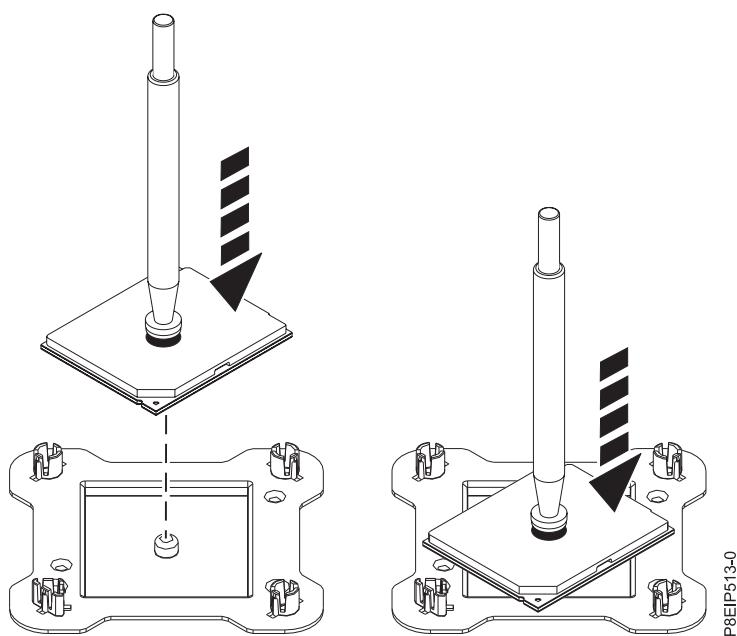

図 67. パッケージのトップ・カバーにプロセッサーを斜めに置く
9. 真空ペンを持って、ペンとシステム・プロセッサー・モジュールをソケットから持ち上げます。それらをシステム・プロセッサー・モジュール・パッケージのトップ・カバーに斜めに置きます (64 ページの図 67 を参照)。システム・プロセッサー・モジュールのパッケージを、システム・プロセッサー・モジュールのトップ・カバーに斜めに据え付けると、システム・プロセッサー・モジュールの再取り付け後に、持ち上げてパッケージに入れやすくなります。